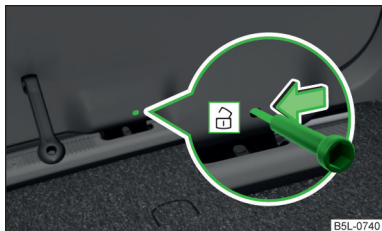

Fig. 187
- Insérez un tournevis ou un outil similaire dans l'ouverture de l'habillage » fig. 187 jusqu'en butée.